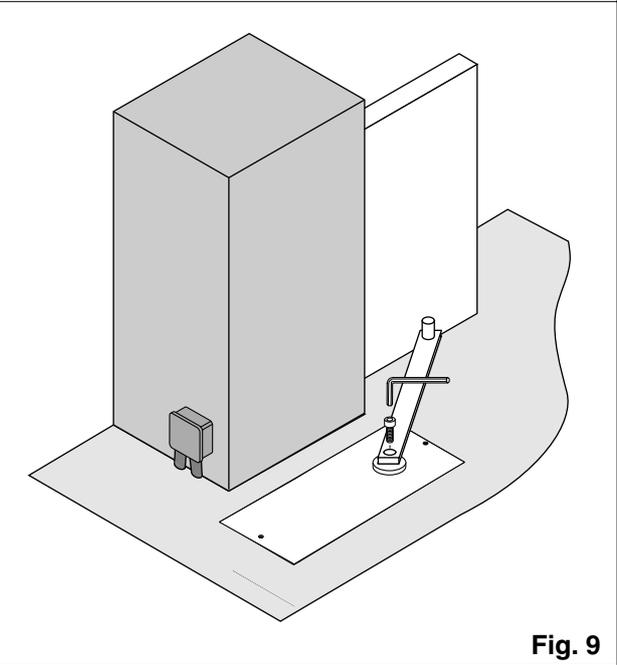

Fig. 9
- 4.5 (Fig. 9) Fixer le levier de transmission au motoreducteur.